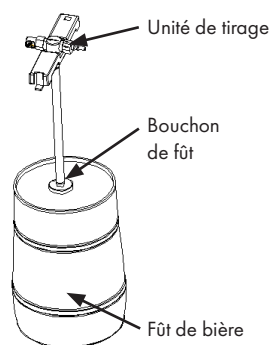

Figure 5
2. Dirigez les boulons de perçage contre le bouchon en haut au centre du fût. Peut-être devrez-vous retirer le capuchon et remplacer le bouchon (voir le mode d'emploi sur le fût). Poussez le boulon de perçage dans le fût d'un coup sec. Appuyez sur le mécanisme de dosage jusqu'à ce que vous entendiez un son du fût de bière indiquant que le mécanisme de dosage est engagé dans le fût (voir figure 5).